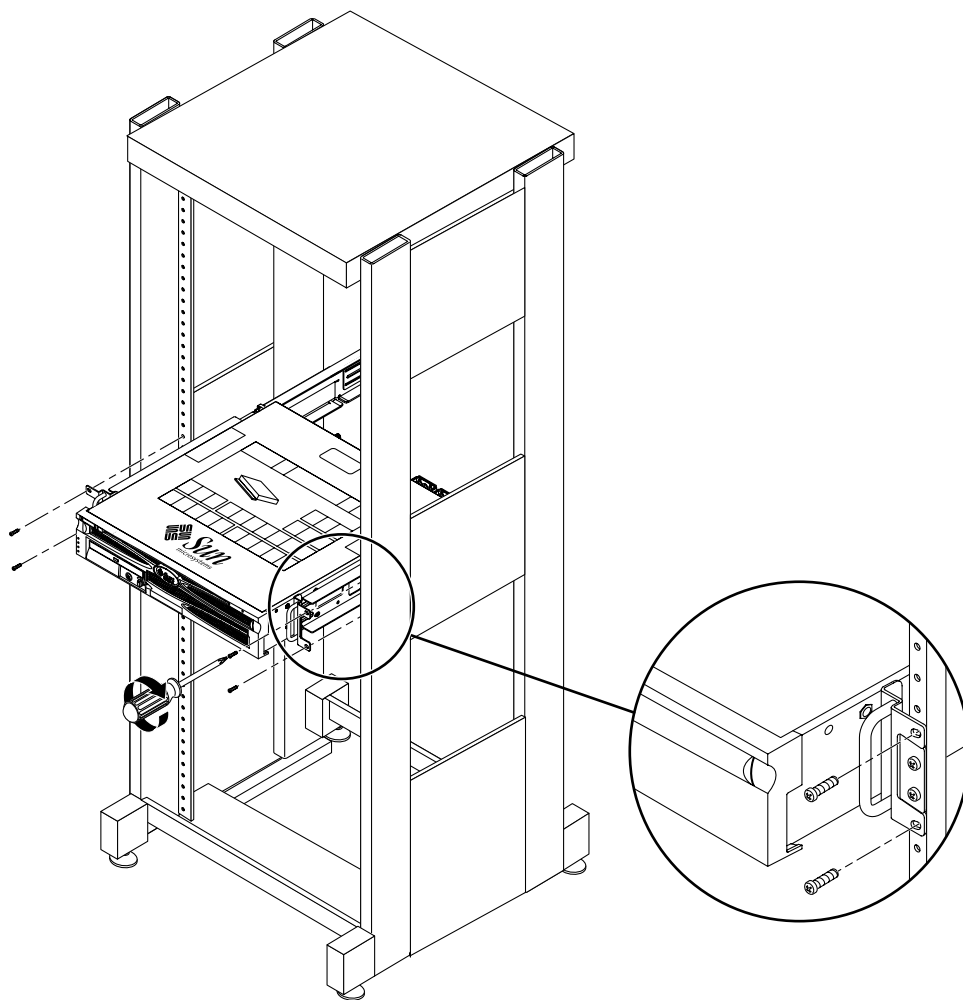

图 3-22 将服务器前端固定到机架前端
17. 绕到机架前方，在机架两侧各用两颗螺钉，将已安装到服务器上的侧导轨固定到机架前端（图 3-22）。